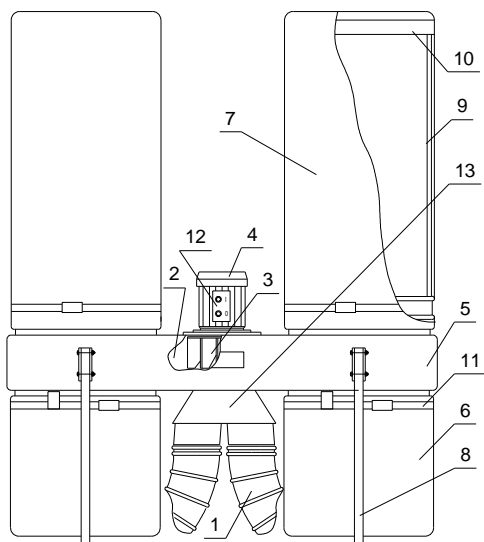

Рис. 5
5.2 Воздушный поток (см. рис.5) по воздуховоду 1 через патрубок 13 поступает в центральную часть улитки 2 где вращающееся рабочее колесо 3, приводимое в действие электродвигателем 4, ускоряет поток и вводит его в корпус 5.